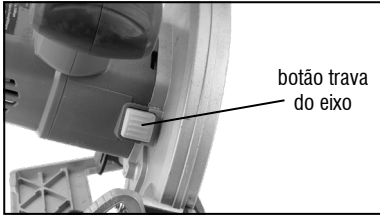

Fig. 4 – Removendo a lâmina
- Para remover a lâmina de serra, pressione profundamente o botão de trava do eixo e segure-o nessa posição continuamente, conforme Fig. 4. Se necessário, gire o eixo levemente com a mão livre até que ele trave na posição.